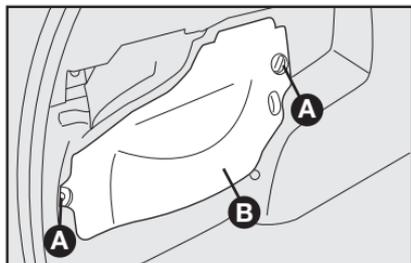

fig. 29
16) Para Palio Weekend, recoloque la tapa **B-fig. 29** apretando los tornillos **A**.